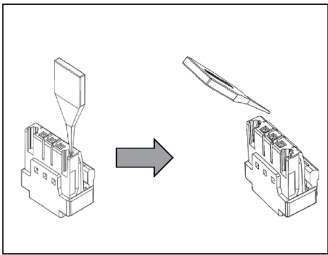

图3
- (3) 倾斜编码键的手柄，折断编码键的头部，然后取出。(图3)